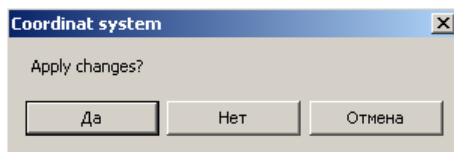

Рис. 5.2. Подтверждение сохранения введенных параметров
Для включения (активизации) корректора необходимо активировать окно «D» области заданных значений (см. рис. 5.2) щелчком левой кнопки мыши на нём, либо нажатием кнопки [D] на пульте оператора. Затем следует ввести номер корректора и нажать кнопку 25, в окне «Позиции» высветятся новые программные позиции, а в таблицах привязки инструмента активный корректор будет подсвечен зелёным цветом.
4. Нажмите кнопку **Editing** и оболочка запросит подтверждение на сохранение введенных параметров см. рис. 5.2.